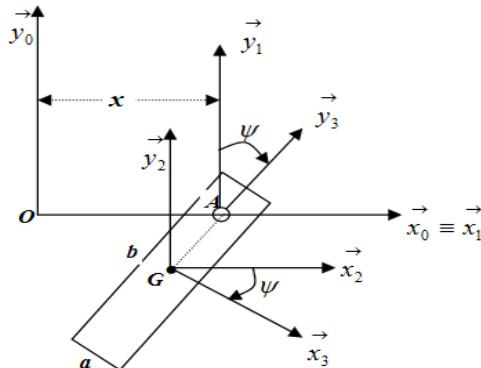

Figure V.2
Exercice 01. Soit une plaque homogène (S) rectangulaire de largeur $2a$, de longueur $2b$ et de centre de masse G . Elle est en rotation à une vitesse angulaire fixe autour de point A dans le plan (\vec{x}_0, \vec{y}_0) , Figure V.2. tel que $\vec{z}_0 \equiv \vec{z}_1 \equiv \vec{z}_2 \equiv \vec{z}_3$ et $(\vec{x}_1, \vec{x}_3) = (\vec{y}_1, \vec{y}_3) = \Psi$. Le point A se déplace sur l'axe (O, \vec{x}_0) tel que : $\overrightarrow{OA} = x\vec{x}_0$ et $\overrightarrow{GA} = \frac{b}{3}\vec{y}_3$. On prendra $R_1(O, \vec{x}_1, \vec{y}_1, \vec{z}_1)$ comme repère de projection. Déterminer :